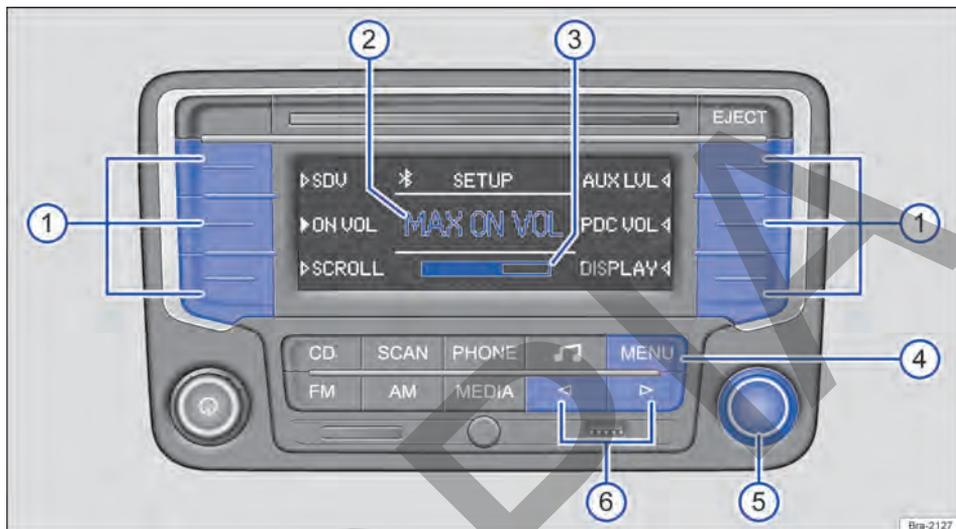

Fig. 168 Menú SETUP: defina el volumen inicial.
- Pulse la tecla del equipo **MENU** en cualquier menú → fig. 168 (4).
- Pulse las teclas de función para abrir el menú de ajuste correspondiente → fig. 168 (1).
- Gire la tecla de ajuste para modificar el ajuste actual → fig. 168 (5).
- **O:** pulse brevemente la tecla del equipo **◀** o **▶** para modificar el ajuste actual → fig. 168 (6).
- **O:** si se pulsa brevemente la tecla del equipo **MENU** → fig. 168 (4).
En el centro del display aparece MAX ON VOL → fig. 168 ② y, debajo, la barra de volumen → fig. 168 ③.